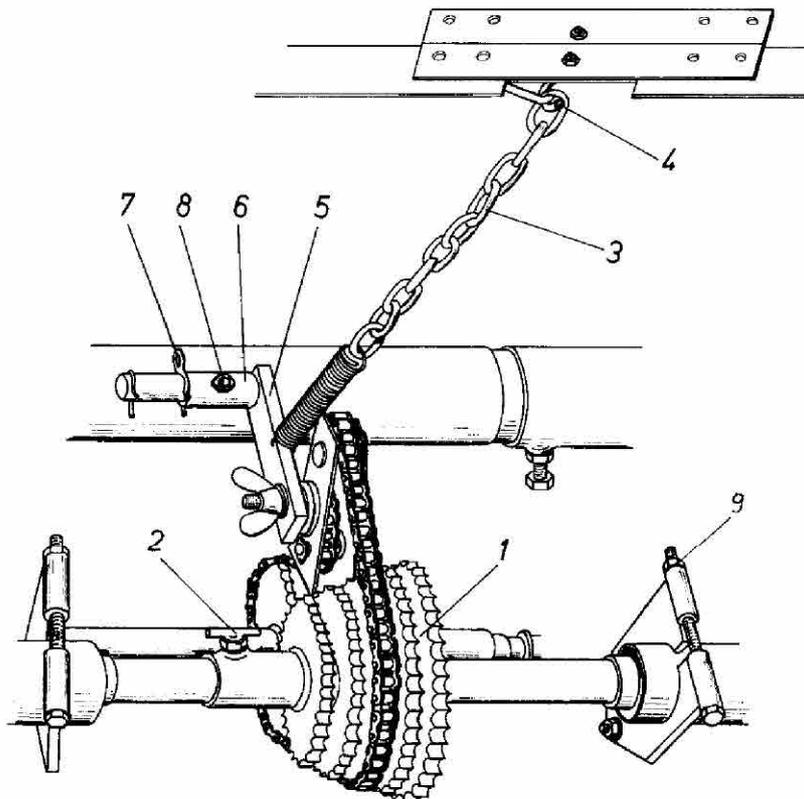
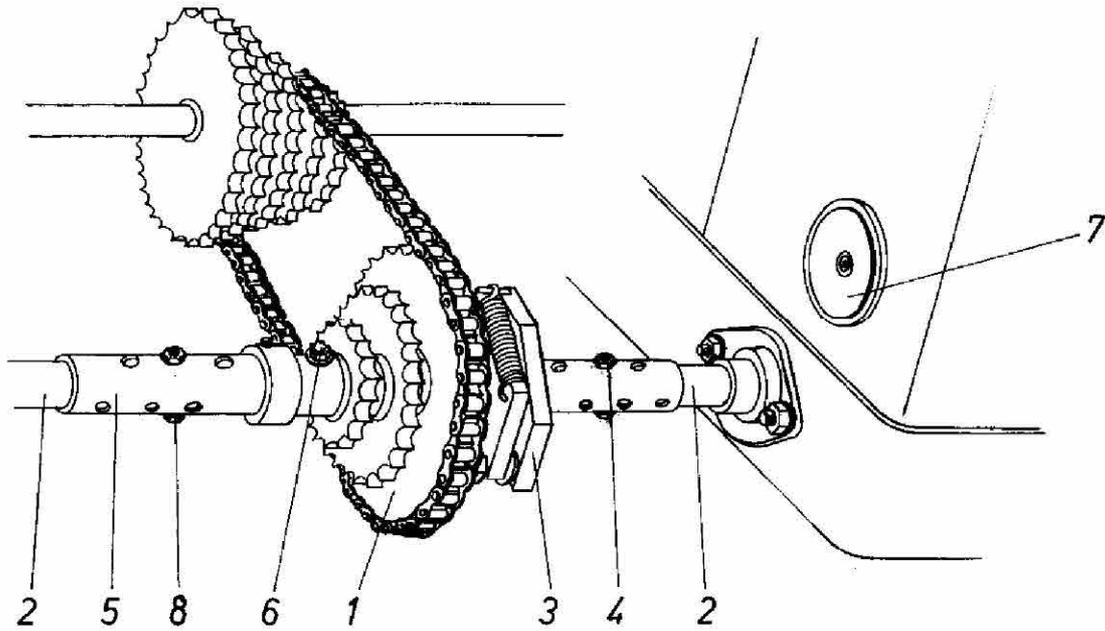

Abb. 5. Kettengertriebe
Abb. 6. Kettengetriebe
- den Klemmknebelgriff herausdrehen (2, Abb.5), um das Verschieben des Aggregats der Antriebskettenräder zu ermöglichen;
- die Spannung des Antriebskettenspanners lösen durch die Abkoppelung der Kette von dem Haken (4);
Beim Wechsel eines Antriebskettenrades (1, Abb.6) ist auch der Kettenspanner (5, Abb.5) in der Buchse des Aufhängungsrahmens (6) zu verschieben, nachdem der Splint herausgenommen worden ist.